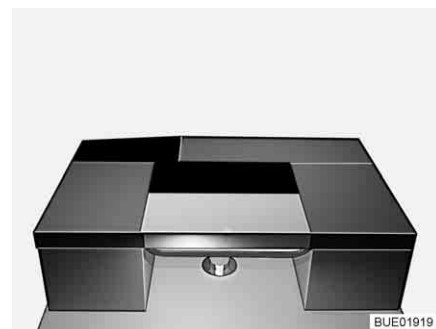

Bild 149 Nach dem Umbau
- Das Zusatzpolster quer auf den Tisch legen (siehe Bild 149).